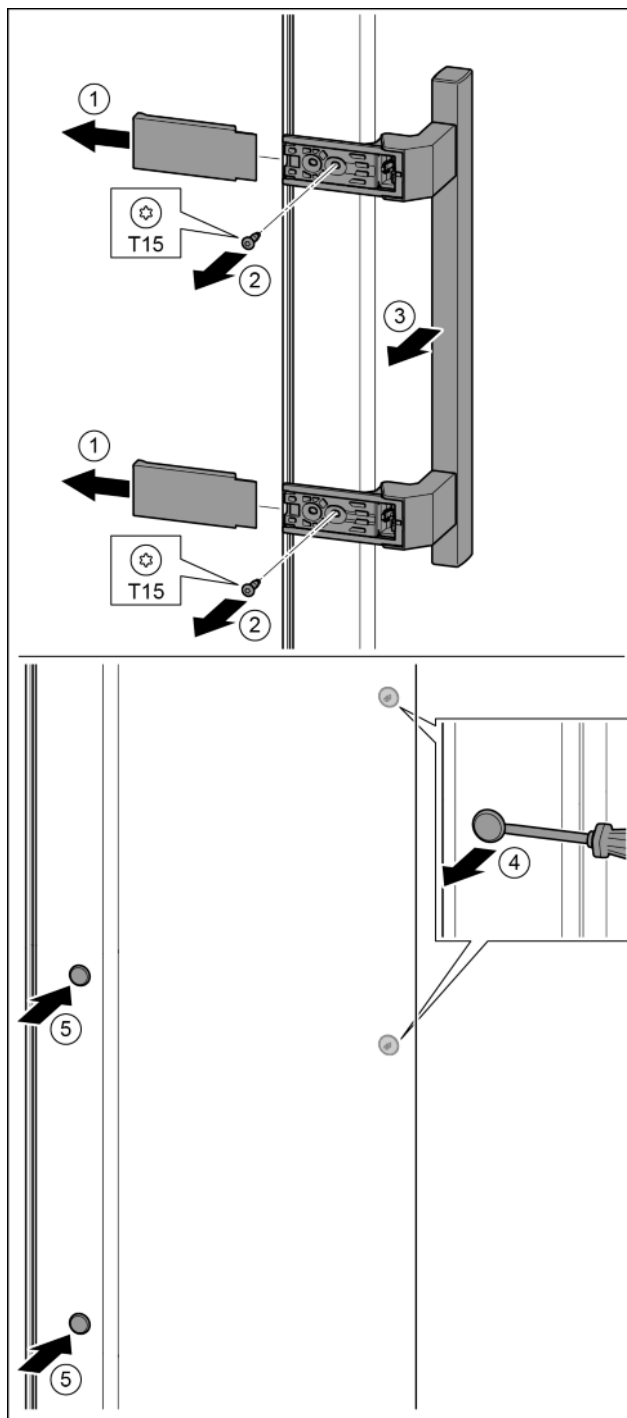

Fig. 20
- Stáhněte kryt. Fig. 20 (1)
- Šroubovákem T15 vyšroubujte šrouby. Fig. 20 (2)
- Sejměte madlo. Fig. 20 (3)
- Postranní zátku opatrně plochým šroubovákem nadzvedněte a vytáhněte. Fig. 20 (4)
- Zátku opět vložte na druhé straně. Fig. 20 (5)